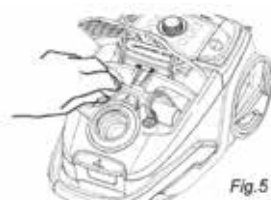

Fig.5
- I förpackningen medföljer en kombiborste och ett fogmunstycke som tillbehör. De kan förvaras i tillbehörsfacket när de inte används (bild 5).